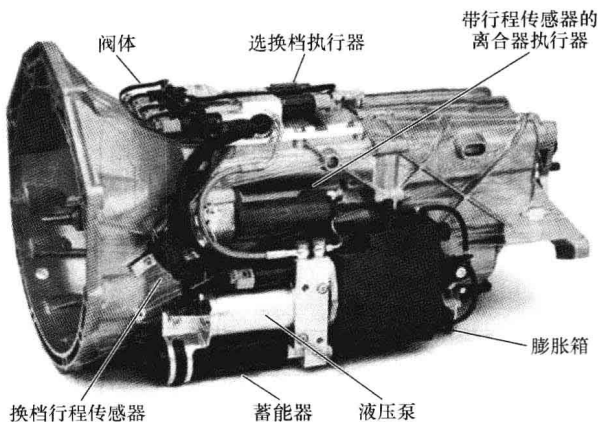

图 1-5 宝马 SMC 变速器
1) 以电-液执行器为自动换档机构的 AMT 变速器。这种变速器已经在诸如奇瑞 QQ3、瑞麒 M1、雪佛兰赛欧、上汽 MG3 等车型上得到广泛应用，目前采用马瑞利电-液执行器的 AMT 变速器在国内应用最为广泛。宝马 SMG、兰博基尼 ISR 是比较特殊且典型的 AMT 变速器。宝马 SMG 变速器见图 1-5。